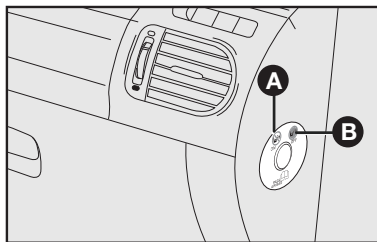

fig. 120
Para versões com ativação/desativação do airbag frontal do lado do passageiro através do interruptor na lateral do painel do veículo - figs. 120 e 121
O interruptor tem duas posições **A** e **B**-fig. 120.
**A** - Airbag lado do passageiro ativado: (posição **ON A**-fig. 120) com luz-espia " no quadro de instrumentos apagada.
**B** - Airbag do lado do passageiro desativado: (posição **OFF B**-fig. 120) com luz-espia " no quadro de instrumentos acesa.